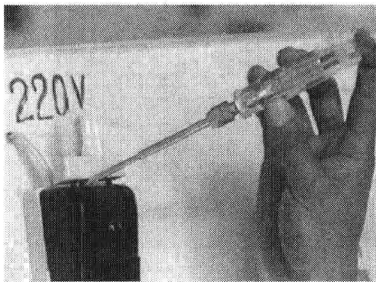

图 1-14 检查试电笔的好坏
(4) 使用注意事项
① 使用试电笔之前，首先要检查电笔内有无安全电阻，然后直观检查试电笔是否损坏，有无受潮或进水现象，检查合格后才能使用。
② 在使用试电笔测量电气设备是否带电之前，先要将试电笔在已知有电源的部位试一氖气泡是否能正常发光。能正常发光，才能使用，如图 1-14 所示。